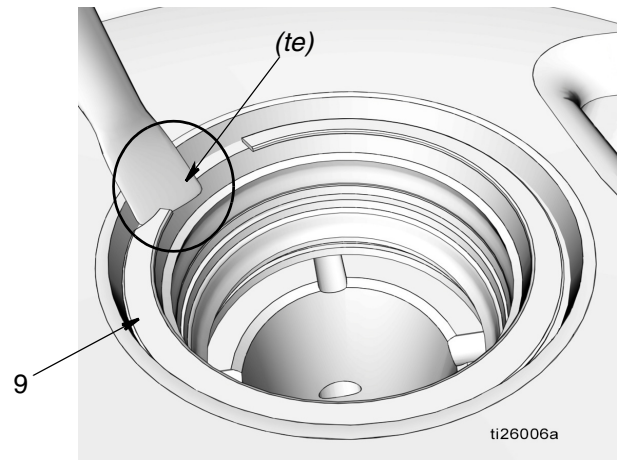

FIG. 26
- a. Fare scorrere la lama di un piccolo, cacciavite piatto sotto il bordo conico (*te*) dell'anello di sicurezza (9) e rimuovere l'anello come mostrato in FIG. 26.
- b. Rimuovere il distanziale conico (10), la tenuta (11) e il distanziale (12).
- c. Inserire la lama di un piccolo cacciavite piatto sotto il bordo conico (*te*) dell'anello di sicurezza (51) e rimuovere l'anello come mostrato in FIG. 26, quindi rimuovere l'anello di sicurezza.
- d. Rimuovere il distanziale (12), la tenuta (11) e il distanziale (12).